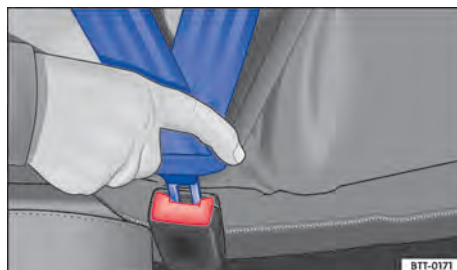

Fig. 30 Insertar la lengüeta del cinturón de seguridad en su cierre.
4. Inserte bien la lengüeta del cinturón en el cierre del cinturón correspondiente a la plaza ➡ fig. 30.